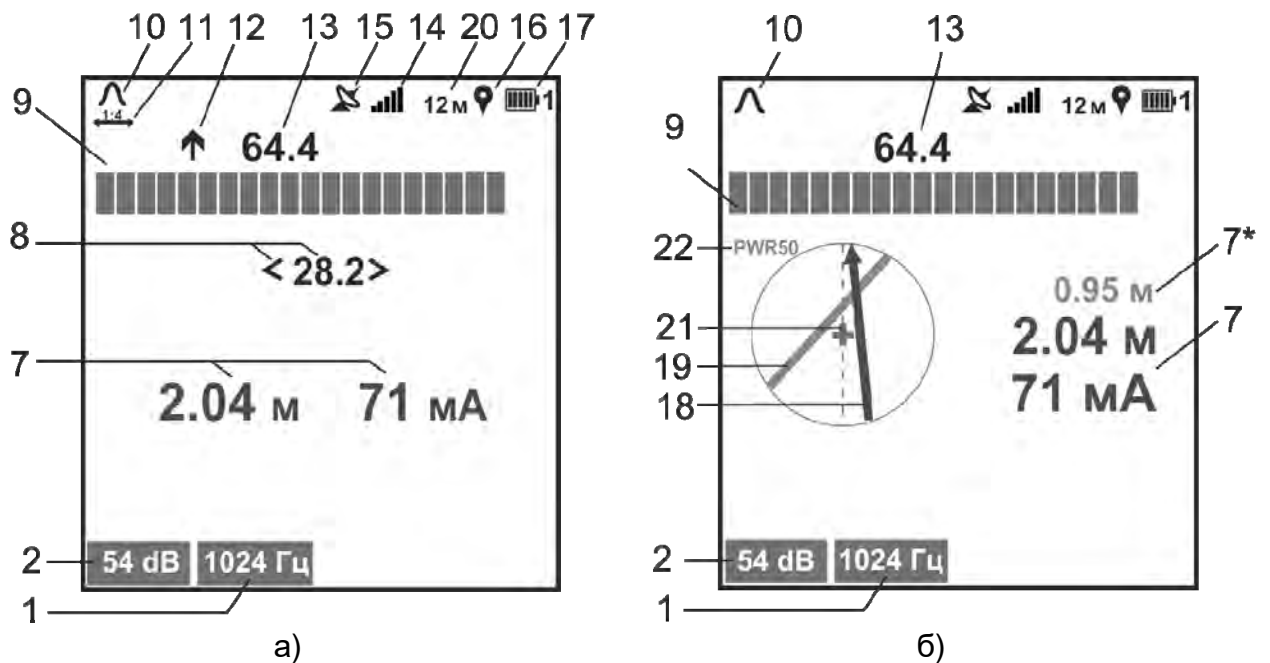

Рисунок 3.2 – Индикация приемника в режиме «ТРАССА»
- режим «ТРАССА» – для поиска коммуникаций с одновременным определением глубины её залегания, величины протекающего по ней тока рабочей частоты (рисунок 3.2а). Дополнительно при включенной функции «КОМПАС», отображается положение и направление коммуникации относительно приемника (рисунок 3.2б).;
Примечание. Индикация значения уровня входного сигнала в «дБ» при поиске по «максимуму» и «минимуму» (соответственно поз. 13 и 8 на рис. 3.2) при перегрузке соответствующих им входных каналов меняет свой цвет на красный
При включенной опции «растяжка шкалы «максимум» 1:4» цена деления уменьшается в четыре раза, тем самым увеличивая разрешающую способность шкалы. При этом на экране отображается символ «» (поз. 11 на рис. 3.2), под шкалой «максимум» появляется желтая полоса, указывающая положение окна растяжки относительно исходной (нерастянутой) шкалы.
Коммуникация схематически отображается на индикаторе в виде линии – указателя положения коммуникации (поз. 18 рис. 3.2б и 3.3б). Одновременно с этим в режиме «ТРАССА» на индикаторе отображаются шкала «максимум» и уровень входного сигнала, в режиме «ТРАССА-ДАТЧИК» отображаются шкала и уровень входного сигнала по входу «ДАТЧИК», а также его относительная полярность.
По мере продвижения по трассе ориентируйте приемник относительно коммуникации таким образом, чтобы на экране указатель положения коммуникации (поз. 18 рис. 3.2б) совпадал с осью приемника (поз. 21 рис. 3.2б).